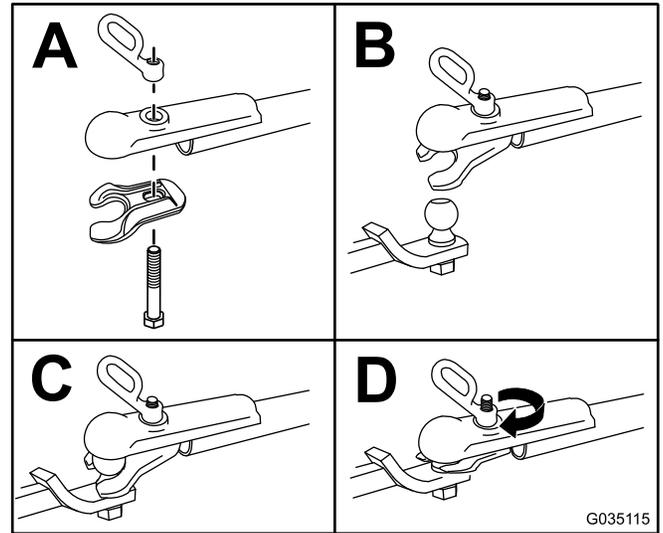

Figure 22
3. Attelez la machine comme montré à la Figure 22.